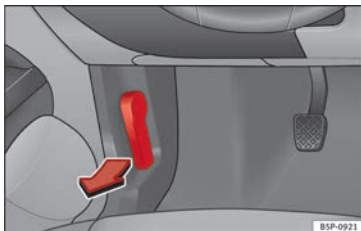

Abb. 144 Ausschnitt aus dem Fußraum auf der Fahrerseite: Entriegelungshebel für die Motorraumklappe
- Ziehen Sie den Hebel unter der Instrumententafel »» **Abb. 144** in Pfeilrichtung. Die Motorraumklappe wird durch Federwirkung entriegelt »» .